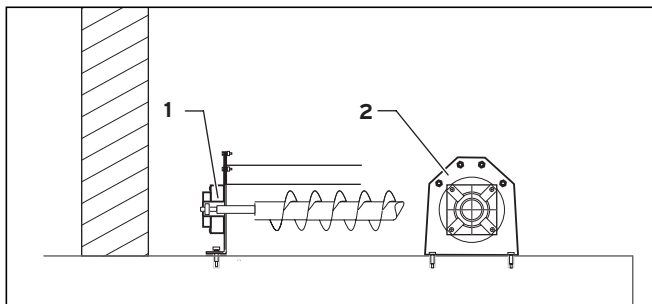

Abb. 6.38 Abschlusskappe am Flanschlager fixieren
- Bei Verwendung einer Druckentlastung mit Verlängerung, müssen Sie zuerst zwischen der Druckentlastung (2) und der Verlängerung (2a) einen Stützfuß (7) einschrauben.
- Legen Sie zwischen dem Boden und der Wanddurchführung und dem Stützfuß jeweils einen Schallschutz (3) und verschrauben Sie alles fest.
- Bei Verwendung einer Verlängerung, müssen Sie den Schneckendorn (4) und die Verlängerung des Schneckendorns (4a) zusammenstecken (siehe Abb. 6.38).
- Stecken Sie die Abschlusskappe auf den Schneckendorn (4) (siehe Abb. 6.38).